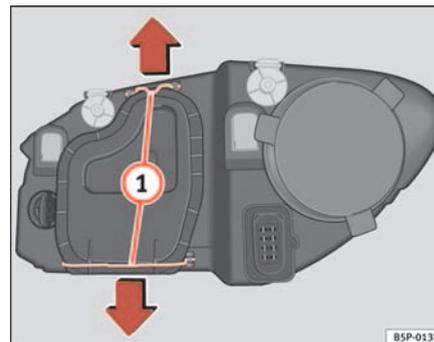

Fig. 175 Feux de croisement
- Déplacez les tirants ⇒ page 258, fig. 175 ① dans le sens de la flèche puis retirez le cache.